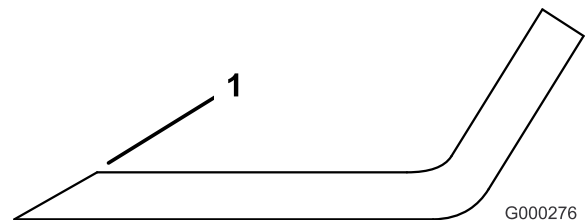

Figure 94
1. Au moyen d'une lime, affûtez les tranchants aux deux extrémités de la lame (Figure 94). Veillez à conserver l'angle de coupe d'origine. Limez la même quantité de métal sur chacun des deux tranchants pour ne pas déséquilibrer la lame.